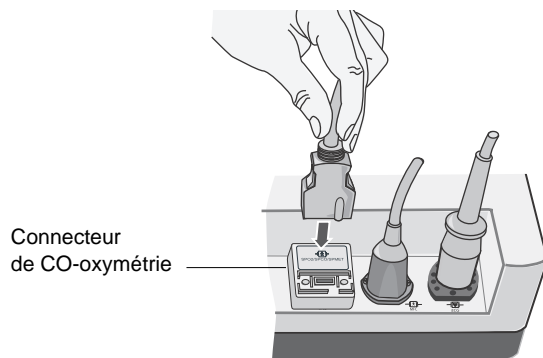

Figure 2
- Branchez le câble patient sur le connecteur de CO-oxymétrie situé à l'arrière de l'unité E Series (voir Figure 2).
- Branchez le câble patient au connecteur de CO-oxymétrie à l'arrière de l'unité E Series comme l'indique la Figure 2, page 4.
8. Branchez le câble patient au connecteur de CO-oxymétrie à l'arrière de l'unité E Series comme l'indique la Figure 2, page 4.